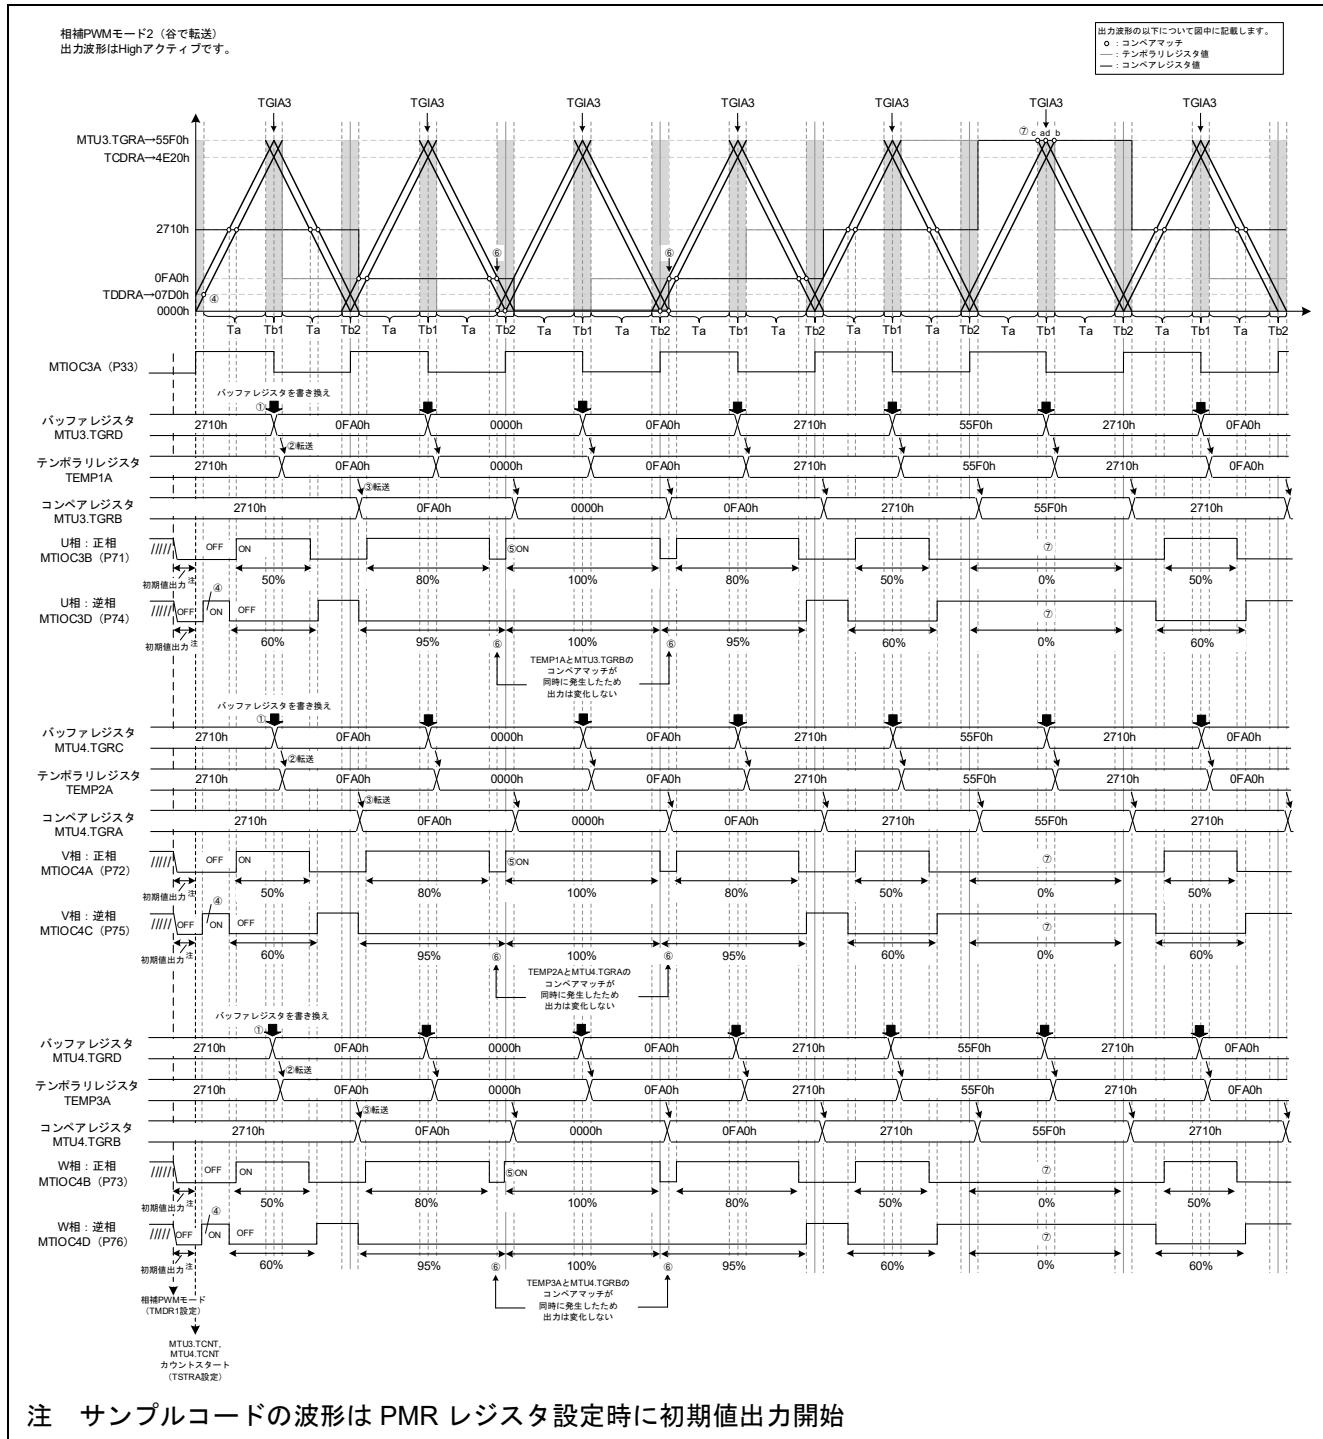

図 3-100 サンプルコードの動作
- バッファレジスタ初期値は図 3-100 を参照
- デューティの変更タイミングの詳細は図 3-100 を参照
本サンプルコードの動作を図 3-100 に示します。周期ごとにデューティの設定を変更するため、MTU3.TCNT の上限値を設定しているレジスタ MTU3.TGRA のコンペアマッチ割り込み (TGIA3) で、バッファレジスタ (MTU3.TGRD、MTU4.TGRC、MTU4.TGRD) の値を書き換えます (図 3-100 ①)。
バッファレジスタの書き換えは最後に MTU4.TGRD を書き込むことにより、バッファレジスタからテンポラリレジスタへのデータ転送が許可されます。Ta 区間で MTU4.TGRD の書き込みを行った場合は、バッファレジスタに書き込まれたデータはすぐにテンポラリレジスタに転送されますが、本サンプルコードでは、Tb1 区間に MTU4.TGRD の書き込みを行っているため Tb1 区間終了後にテンポラリレジスタへ転送されます (図 3-100 ②)。
本サンプルコードは谷で転送を行う相補 PWM モード 2 を使用しているため、コンペアレジスタは、Tb2 区間の最後 (図 3-100 ③) にテンポラリレジスタから転送されることにより、データを更新しています。
初期出力は、TOCR2A の OLS1P、OLS1N、OLS2P、OLS2N、OLS3P、OLS3N ビットの設定に従い、正相出力、逆相出力ともに OFF になります。MTU3.TMDR1 で相補 PWM モードを設定してから MTU4.TCNT が TDDRA レジスタ値より大きくなるまで出力されます (図 3-100 ④)。
Tb2 区間にコンペアレジスタとテンポラリレジスタが有効となり、正相はテンポラリレジスタとカウンタレジスタとのコンペアマッチが発生し ON になります (図 3-100 ⑤)。逆相では、両方のコンペアマッチが発生し出力 OFF は変化しないため、前の周期から Low を保持します (図 3-100 ⑥)。
以下に示すコンペアマッチ a, b, c, d が発生しますが、波形は変化しません。前の周期から正相は Low を、逆相は High を保持します (図 3-100 ⑦)。